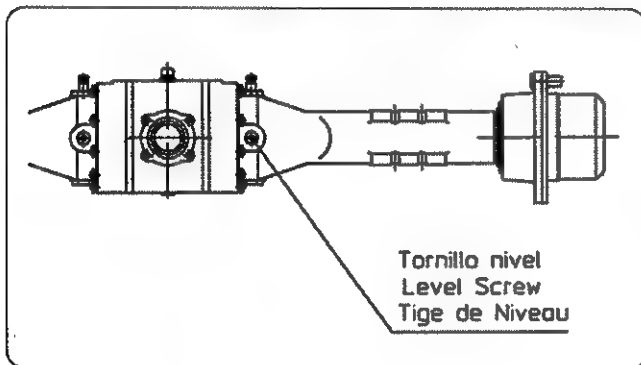
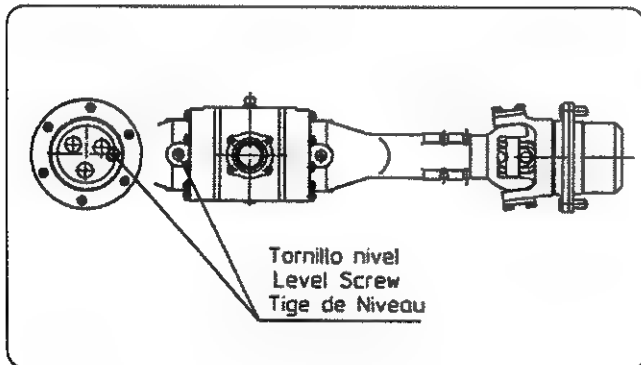
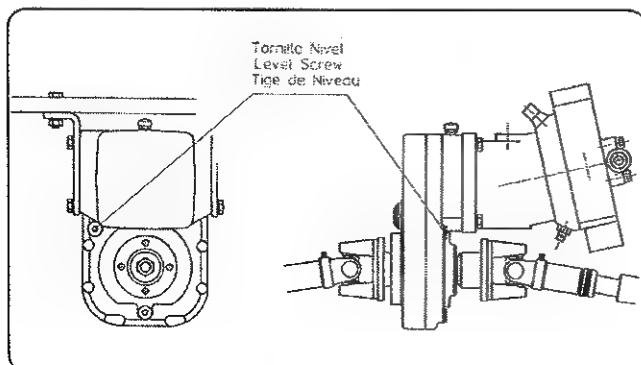

fig. 18
fig. 19
fig. 20
- 5) Comprobar los niveles de aceite de los diferenciales delantero y trasero (Fig. 18), reductoras de rueda (Fig. 19) y caja transferencia (Fig. 20). El nivel correcto, es cuando el aceite comienza a rebosar por el agujero del tornillo, en caso contrario añadir el correspondiente aceite.
- 5) Check the oil level of the front and rear differentials (Fig. 18), reducers of the front and rear wheels (Fig. 19) and transference box (Fig. 20). The correct level is achieve when oil overflows of the nut of level.
- 5) Vérifier les niveaux d'huile des différentiels avant et arrière (Fig. 18), des réducteurs de roues avant et arrière (Fig. 19) et de la boîte de transfert (Fig. 20). Le niveau correct est atteint lorsque l'huile commence à déborder par le trou de la vis de niveau. Si tel n'est pas le cas, ajouter l'huile requise correspondante.